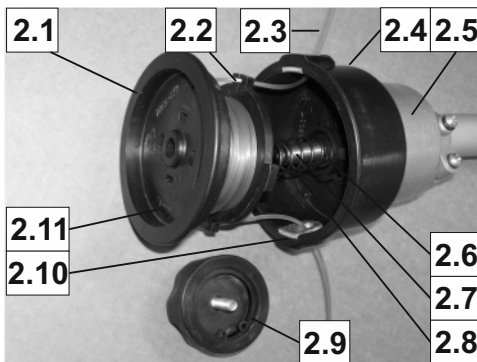

Рис.2
Сменная режущая головка **1** (см. рис.1) предназначена для скашивания и выравнивания травы высотой до 20см. Она устанавливается на вал шпинделя **2.8** (см. рис.2), который входит в состав шпинделя **2.5**. Головка состоит из шпульки **2.1**, намотанной на нее строго в определенном направлении лески **2.3**, шпулькодержателя **2.4**, пружины **2.7** и фигурного винта **2.9**. Шпулькодержатель жестко установлен на шпинделе, винт **2.9** вворачивается в резьбовое отверстие шпинделя, а шпулька может перемещаться вдоль его оси. Шпулькодержатель и шпулька имеют специальные выступы, благодаря которым в исходном (рабочем) положении шпулькодержатель и шпулька сцеплены. Если нажать на винт и, тем самым, на шпульку (преодолевая усилие пружины **2.7**), то на некоторое время шпулька выходит из зацепления со шпулькодержателем. Когда двигатель и, следовательно, режущая головка вращаются, именно в это время происходит удлинение и обновление рабочих (свободных) кусков лески. Если винт отпустить, то шпулька возвращается в исходное положение. Режущие головки подобной конструкции называются «полуавтомат», поскольку позволяют обновлять изношенную и/или укоротившуюся рабочую часть лески непосредственно в процессе работы.
2. Переведите режущую головку в установочное положение. Для этого возьмите шпилькодержатель **2.4** (см. рис.2) в левую руку, а правой рукой утопите шпильку **2.1** и поверните ее на 15-20° по стрелке **2.11**. Отпустите шпильку – она должна остаться в утопленном положении. В противном случае еще раз утопите и поверните шпильку.
5. Выньте шпильку из шпилькодержателя так, как показано на рис.2. Убедитесь, в правильности направления намотки обоих концов лески **2.3**. Направление намотки должно совпадать с направлением стрелки **2.11**. Проверьте детали режущей головки на отсутствие механических повреждений.